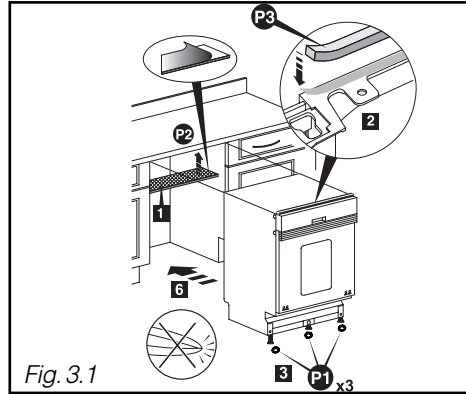

Fig. 3.1
- Pegue el antivaho **P2** (Fig. 3.1)
- Pegue la espuma de empotramiento **P3** (Fig. 3.1)
- Sujete las tres cazoletas **P1** bajo las zapatas para facilitar el deslizamiento del lavavajillas (Fig. 3.1).